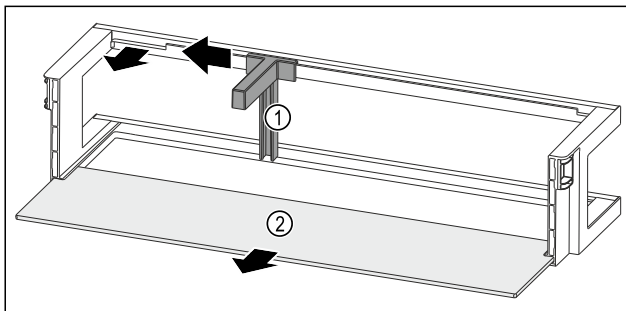

Fig. 216 Türabsteller mit Flaschenhalter und Abstellfläche
- ▶ Flaschenhalter Fig. 216 (1) bis zur Aussparung zur Seite schieben.
- ▶ Flaschenhalter Fig. 216 (1) entnehmen.
- ▶ Abstellfläche Fig. 216 (2) entnehmen.